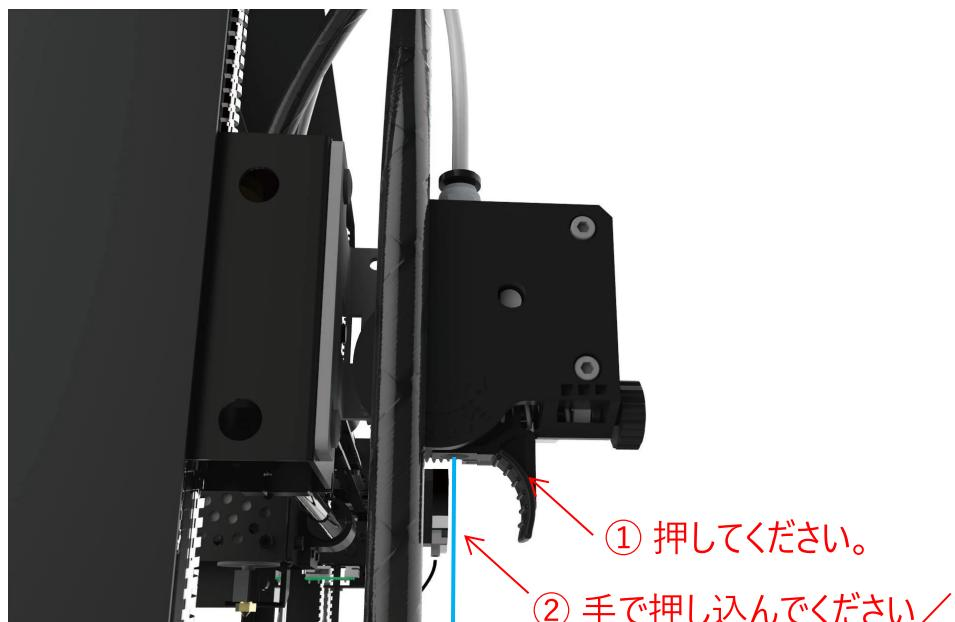

図 31
1. フィラメントの挿入： メインメニューから "Tools"→"Preheat"→"Preheat PLA" をクリックします。温度が目標温度に届いたことを確認後、押出機のハンドル部分を押してください(図31)。そしてフィラメントを手で挿入しプリントベットのノズルからフィラメントが出るまで押し込んでください